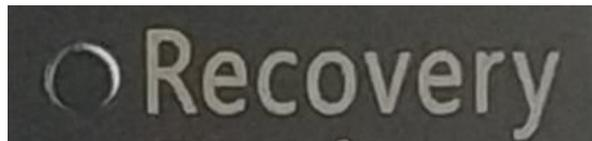

图 6 Recovery 还原按键
(1) 检查工作：①由于备份及还原操作过程中机器均不能外接存储设备，在操作之前务必先检查确认 USB 接口未连接外部存储设备，如 U 盘等，否则备份还原会出现错误；②保证硬盘内存容量大小不小于 64G；
(2) 在关机状态下，找到机壳上 Recovery（还原）按键(如图 6 所示)，并保持按下状态不松开，然后按下开机按钮，直到进到 Ghost 界面再松开；